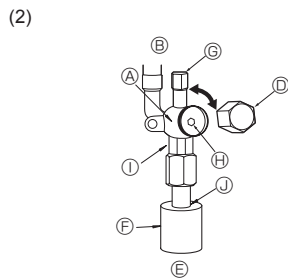

Fig. 4-7
(2) Lado do líquido (Fig. 4-7)